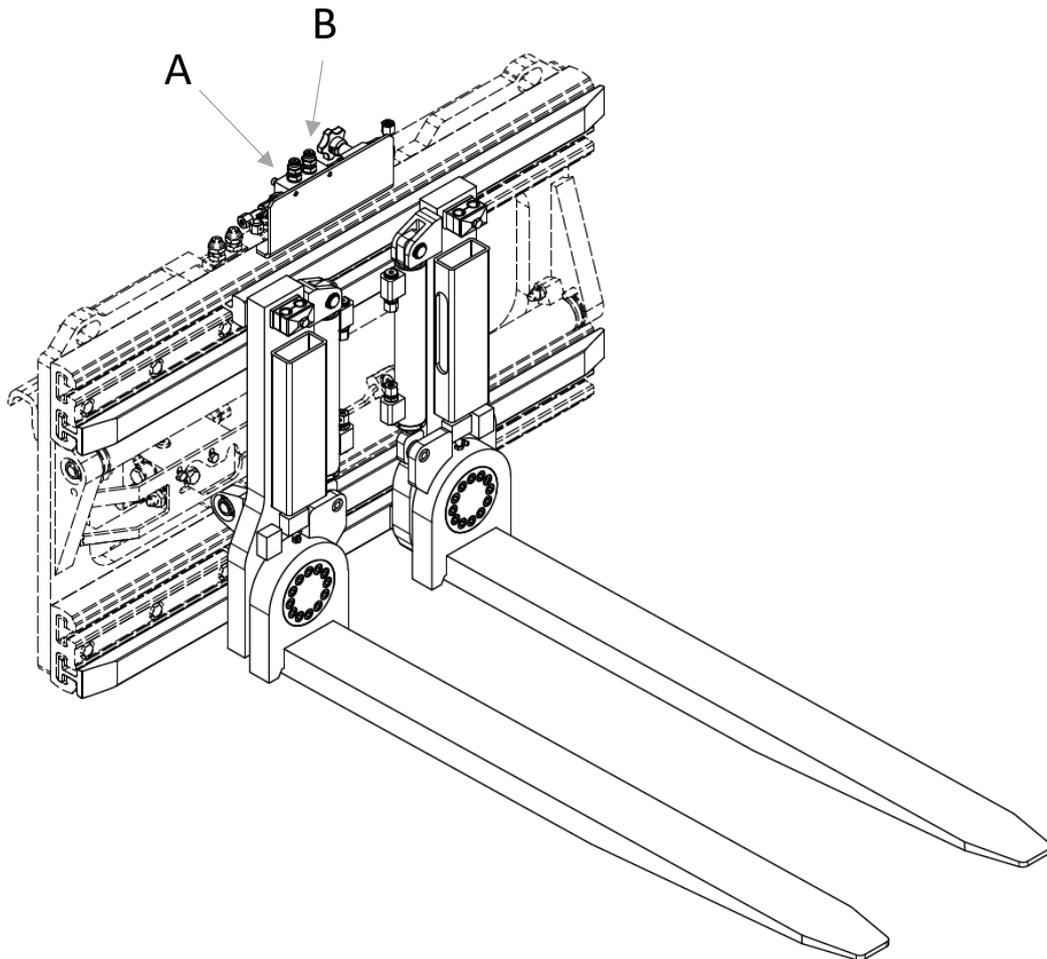

Figura 17
1. Collegare i tubi del carrello all'alimentazione delle forche A e B come mostrato in Figura 17.
2. Il collegamento dell'impianto A e B come mostrato in Figura 17 deve essere fatto nel seguente modo: